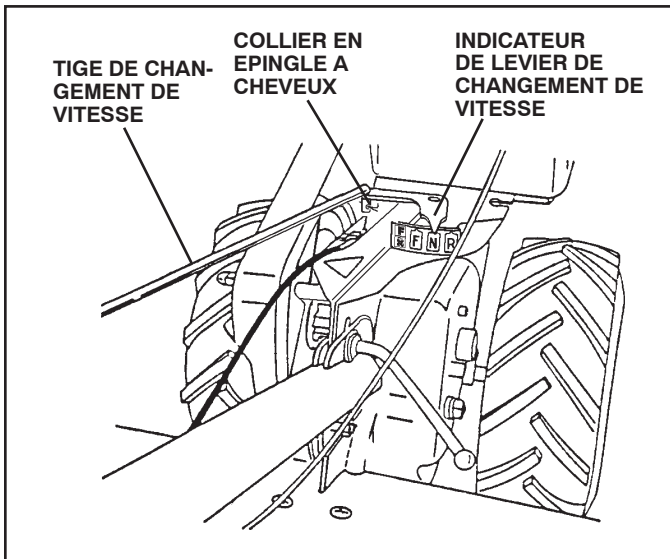

Fig. 6
## RACCORDER LA TIGE DE CHANGEMENT DE VITESSE (Voir la Fig. 6)
- Assurez-vous que l'indicateur de levier de changement de vitesse est en position point mort ("N") (Voir la Fig. 6)